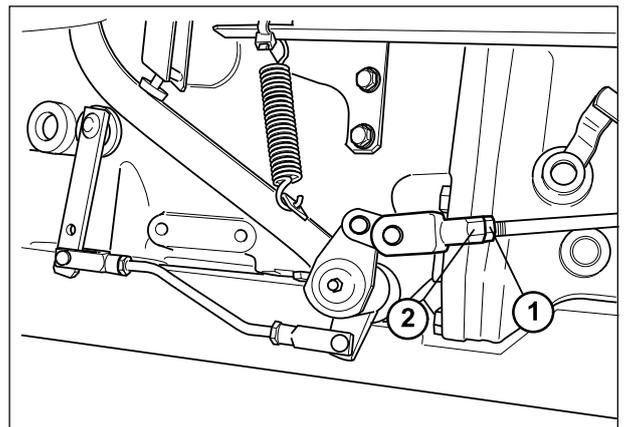

Fig.5-16b
- 7 - Repita as mesmas operações para o travão da outra roda (Fig.5-16b). Verifique se a excursão livre dos pedais dos travões é idêntica e se ambos actuam simultaneamente.